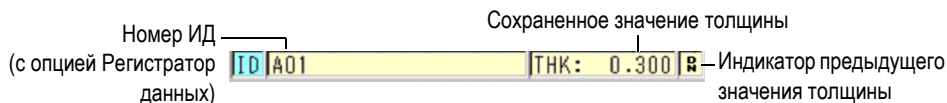

Рис. 3-3 Поле ИД
Поле ИД (при наличии опции Регистратор данных), в верхней части экрана измерений, отображает номер ИД текущего показания толщины и ранее сохраненного значения (см. Рис. 3-3 на стр. 36). Индикатор загрузки (R) появляется в том случае, если ранее сохраненное значение толщины взято из файла, а не является новым полученным значением.